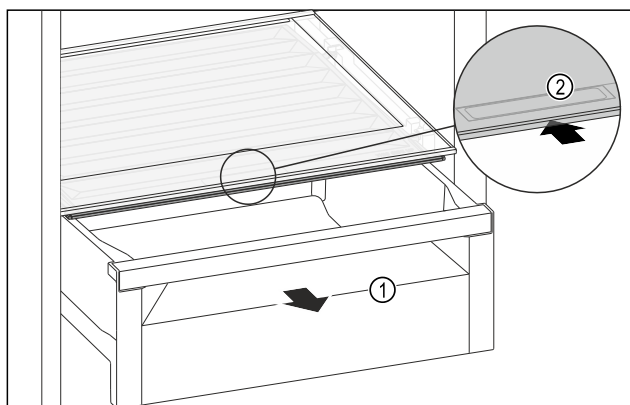

Fig. 201
- Zásuvku Fig. 201 (1) vytáhněte.
- Uchopte prohlubeň pro rukojeť Fig. 201 (2) na víku zásuvky a současně zasuňte víko zásuvky směrem dozadu.